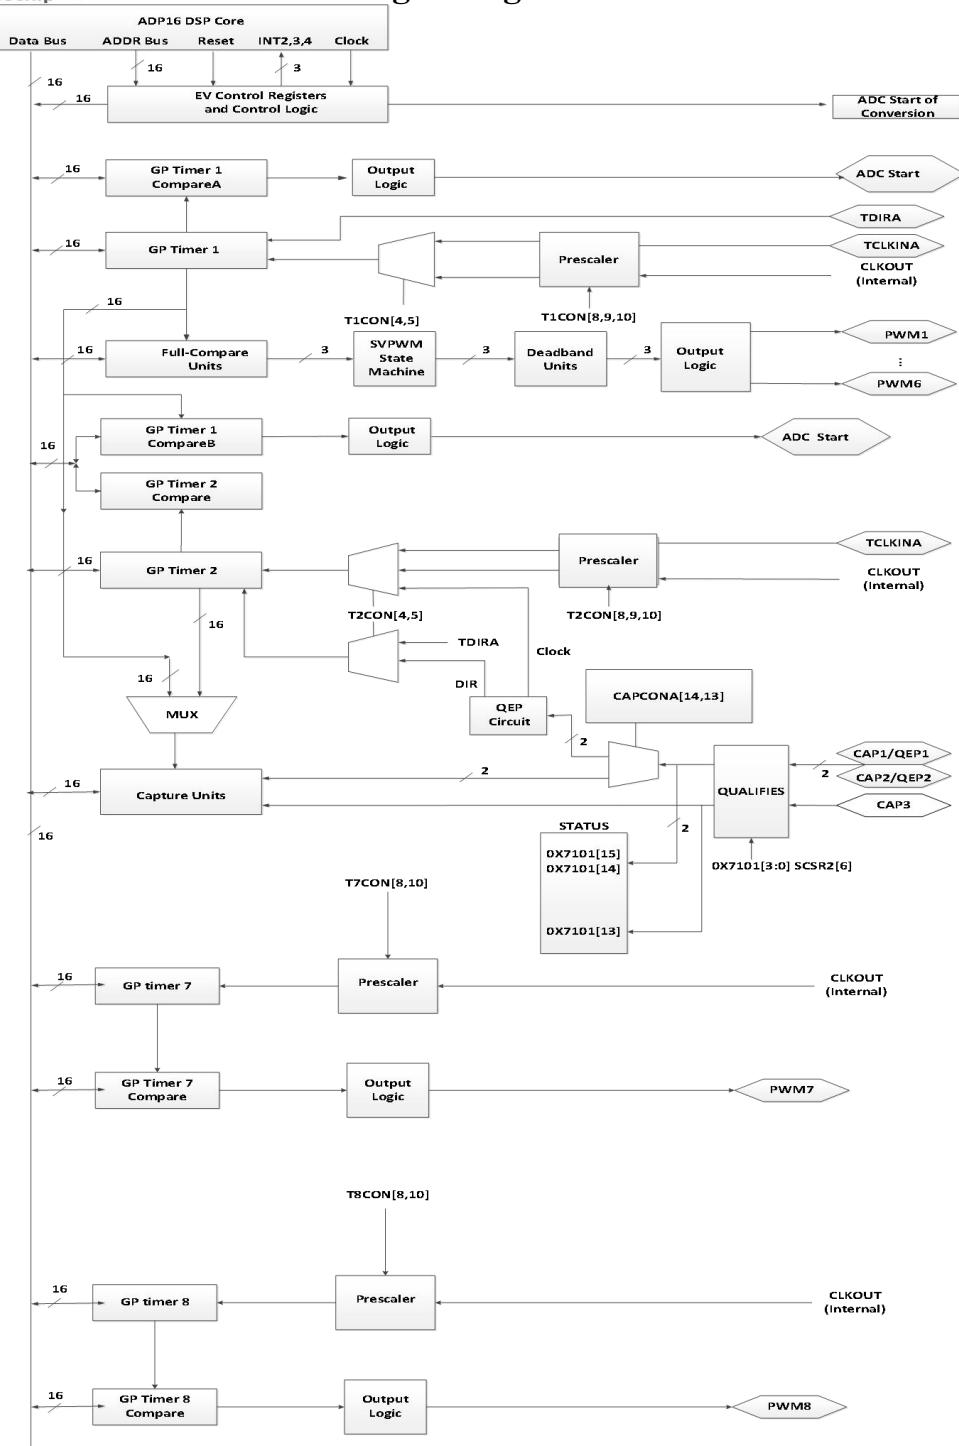

图 15.1 事件管理器模块 EM1 功能框图
该系列器件集成一个事件管理器模块 EM1，此模块包括通用(GP) 定时器、完全比较/ PWM 单元、捕获单元和正交编码器脉冲(QEP) 电路。表 15.1 列出了 EM1 包含的主要模块、信号名称、功能特性，图 15.1 展示了事件管理器模块 (EM1) 功能结构。